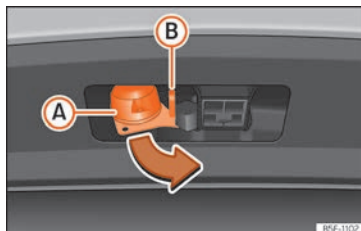

Fig. 275 Tourner le connecteur à 13 broches
- Saisissez le connecteur à 13 broches par la zone (A) et retirez-le dans le sens de la flèche » fig. 275.
- Saisissez le connecteur à 13 broches par la zone (A) et introduisez-le dans le sens inverse de celui de la flèche » fig. 275.
L'œillet de sécurité (B) » fig. 275 sert à attacher le câble de retenue de la remorque.